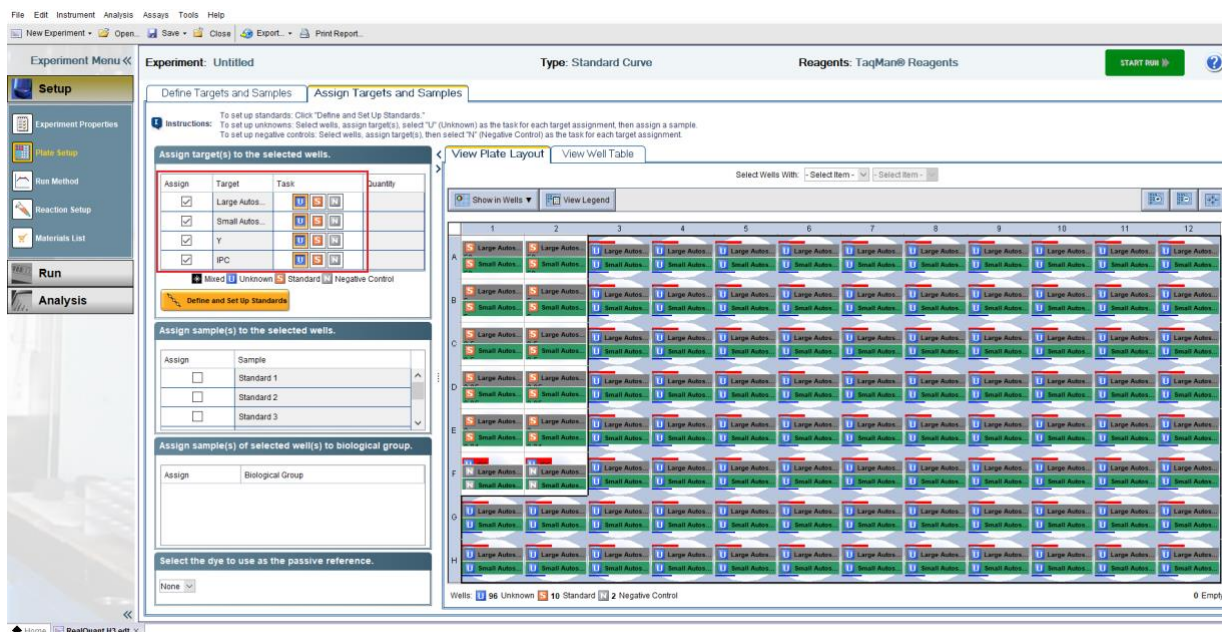

Рисунок 23
17. Отметить выделенные лунки в графе «Assign», а в графе «Task» выбрать U (исследуемые образцы) по всем мишеням (рисунок 23).